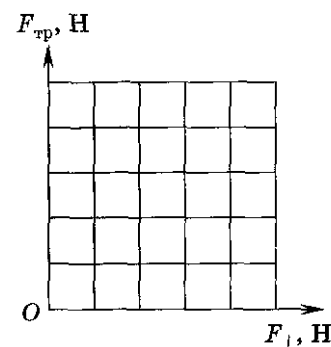

Рис. 5
3. Постройте график зависимости $F_{\text{тр}}$ (F_{\perp}) (рис.5), используя данные таблицы 1. Через начало отсчёта проведите прямую линию так, чтобы число точек над прямой равнялось числу точек под прямой.
4. Найдите коэффициент трения скольжения μ по формуле (5) как тангенс угла наклона прямой линии к оси абсцисс.